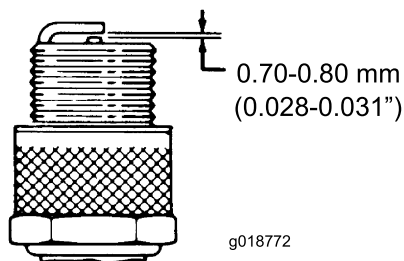

Figura 23
3. Ajuste la distancia entre los electrodos a 0.70–0.80 mm (0.028–0.031 pulgadas) (Figura 23). Tras ajustar correctamente los electrodos, instale la bujía con cuidado, a mano, para evitar dañar la rosca.